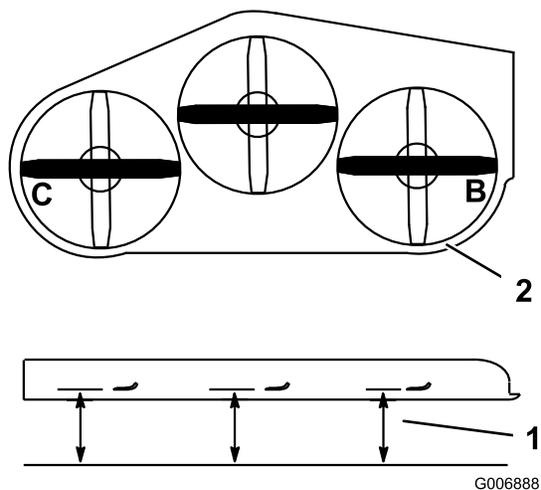

Рисунок 93
4. Измерьте высоту в точках **В** и **С** от горизонтальной поверхности до режущих кромок на концах ножей (Рисунок 93).